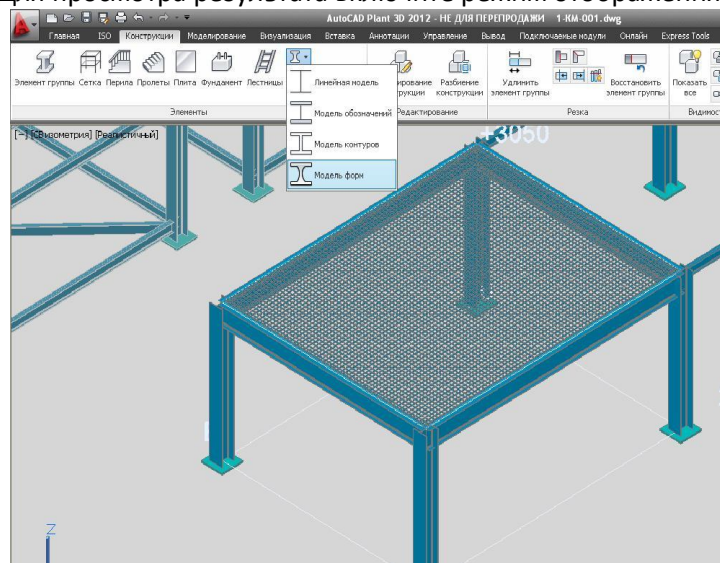

Рис. 57
- Для просмотра результата включите режим отображения **Модель форм** (Рис. 57).